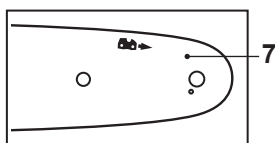

Fig. 3
- > Enfilez la fente du guide-chaîne [7] sur le boulon [10]. Attention: le guide-chaîne [7] doit être monté avec l'icône de lame de scie orientée vers le haut (Fig. 3).